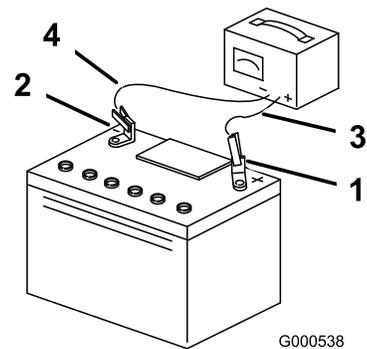

図 41
4. 充電が終わったら、チャージャのプラグをコンセントから抜いてから、チャージャのリード線をバッテリー端子から外す **図 41**。